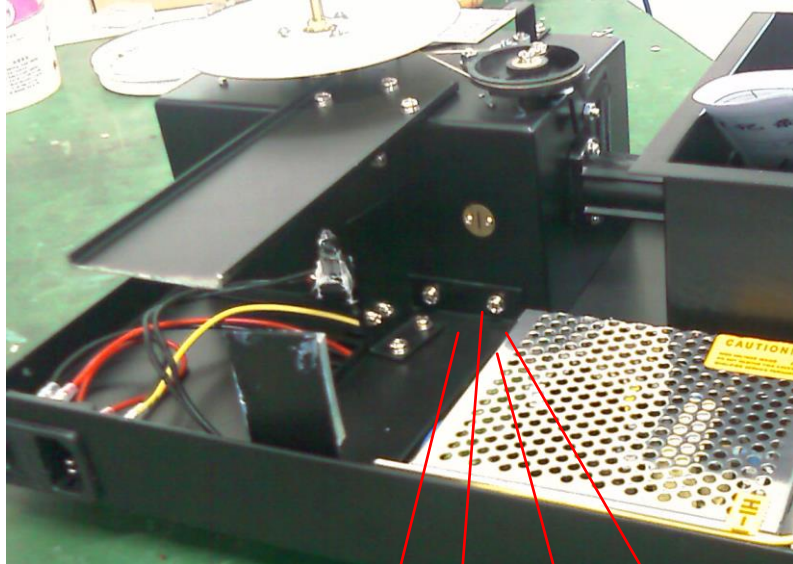

Fig. 2-2
- 7) Réglez la longueur d'onde de l'appareil sur 500nm, mettez l'appareil sous tension, déplacez la lampe de haut en bas et de gauche à droite jusqu'à ce que sa lumière se concentre sur le centre de la fente d'entrée. Observez la valeur en mode T sans ajuster avec /0Abs/100%T, ajustez la lampe jusqu'à ce que la valeur lue soit la plus haute. Si vous ne parvenez pas à aligner la lampe avec le centre de la fente d'entrée, vous devez ajuster les 4 vis Fig.2-2. Les vis No.3 & 4 ajustent la hauteur du faisceau lumineux tandis que les vis No.1 & 2 sont responsables de l'ajustement horizontal.